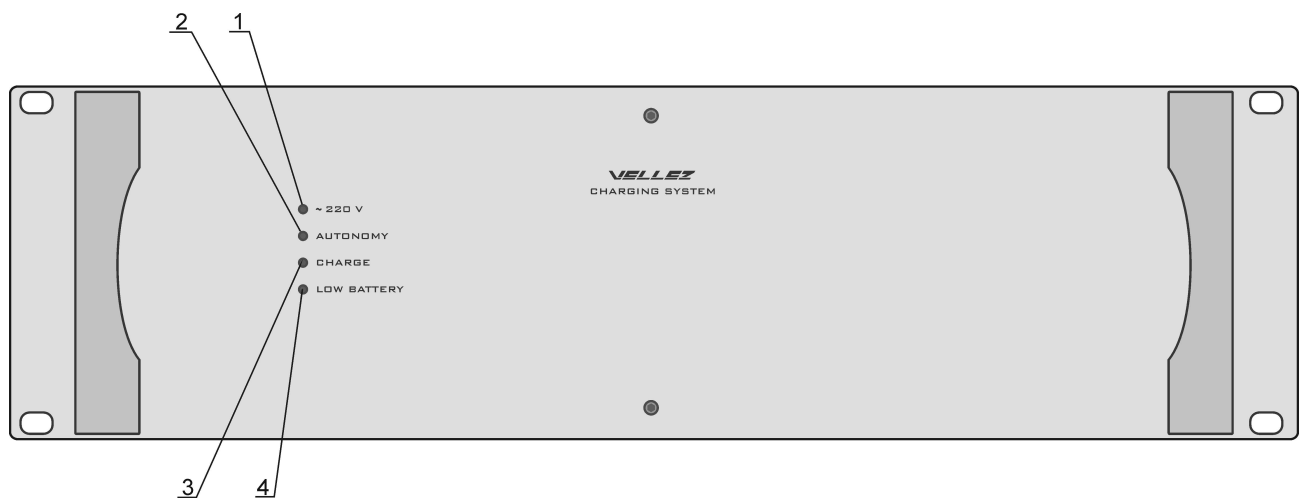

Рисунок 16
9.2.10. Розміщення клем на передній панелі блоку резервного живлення вказано на рис. 16.